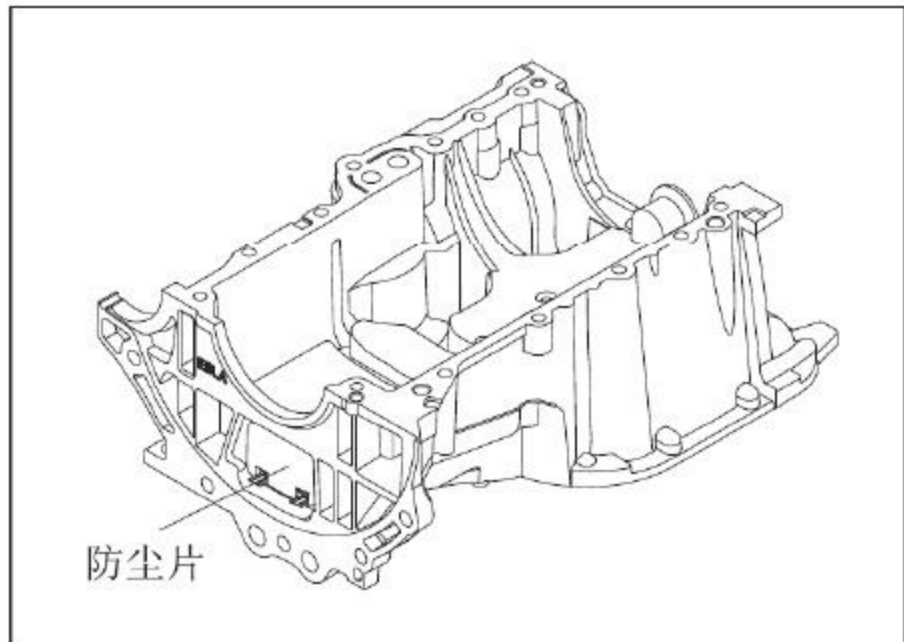

图12-4-4 取出防尘片
- (1) 按下防尘片的2个卡口取下防尘片，如图12-4-4所示。